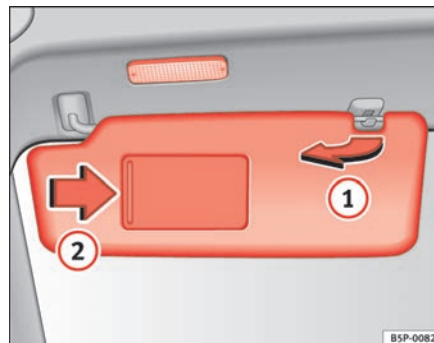

Fig. 84 Aletta parasole lato conducente
L'alletta parasole per il conducente e quella per il passeggero possono essere staccate dai supporti che si trovano in prossimità della linea mediana del veicolo e spostate in direzione delle porte ⇒ fig. 84 ①.